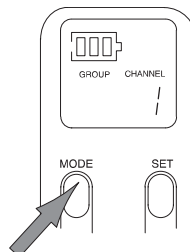

FIGURA 26
3. Oprima el botón MODE nuevamente para seleccionar el nuevo ajuste de grupo y cambiar al modo de selección de canal. El número de grupo desaparecerá y solamente se visualizará el número de canal. Consulte la Figura 26.